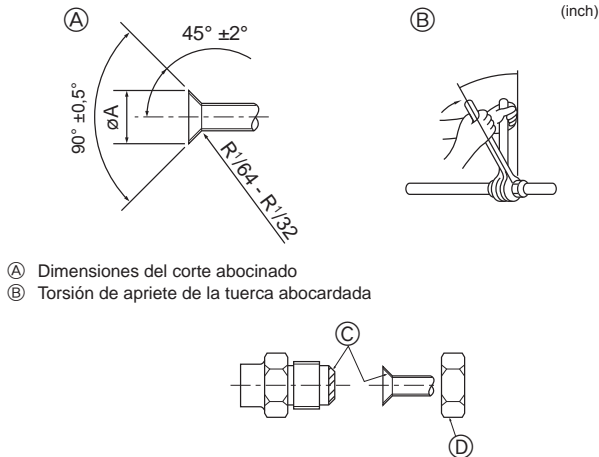

Fig. 4-2
(A) (Fig. 4-2) (mm [inch])
(B) (Fig. 4-2)
4.2. Tubos de conexión (Fig. 4-2)